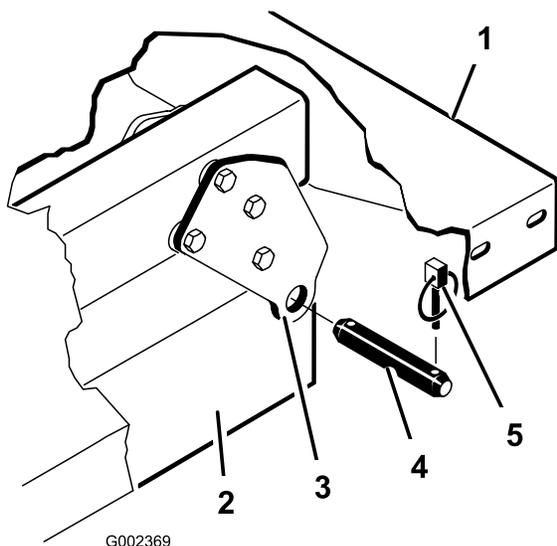

Рисунок 35
**Примечание:** Убедитесь в том, что задние шарнирные плиты прикреплены болтами к раме/швеллеру кузова таким образом, что нижний конец расположен под углом к задней части (Рисунок 35).